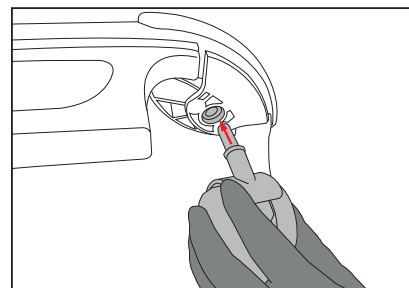

**Figura 1.1**
- Retire todo de la caja e identifique las partes usando la **Figura 1.1**. (No hecha a escala)